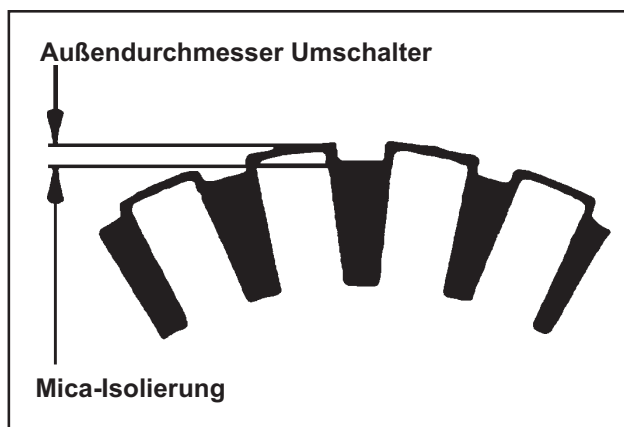

Abbildung 8-57. Mica-Inspektion Umschalter.
- Den Umschalter reinigen und untersuchen (Außenfläche). Die Mica-Isolierung muss niedriger sein, als die Umschalterlamellen (Unterschnitt), um einen einwandfreien Betrieb des Umschalters zu garantieren. Siehe Abbildung 8-57.